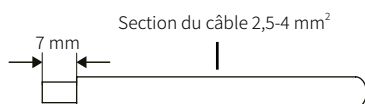

Fig. 17. Dénudage de l'extrémité du câble.
b. Dénuder 7 mm de la gaine isolante du câble CC comme illustré sur la Fig. 17 :